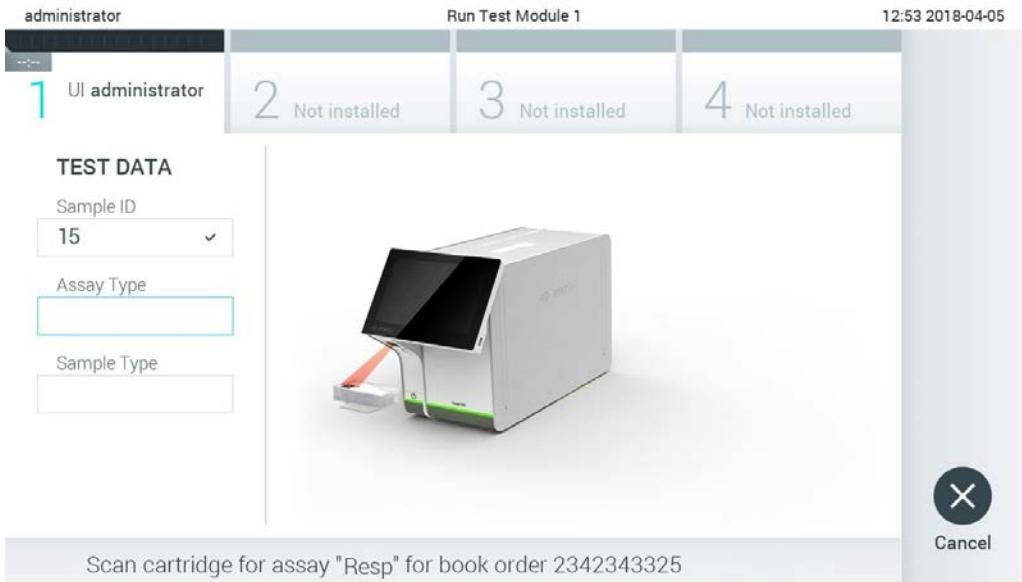

Figura 83. Scanarea codului de bare al cartușului de test QIAstat-Dx.
4. Atunci cand comanda testarii a fost primita cu succes de la gazdă, se afisează „Scan cartridge for assay <assay_name> and book order <order_number>” („Scanare cartuș pentru testul <nume_test> și pentru comanda fermă <număr_comandă>”). Scanați codul de bare al cartușului de test QIAstat-Dx specificat (Figura 83, pagina următoare).